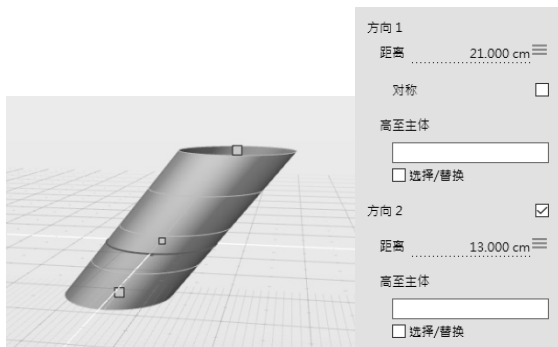

图 4-21 设置两侧不同的挤出距离
4) 取消勾选“对称”复选框，勾选“方向 2”复选框，该选项可针对源曲线两侧分别设置不同的挤出距离，如图 4-21 所示。